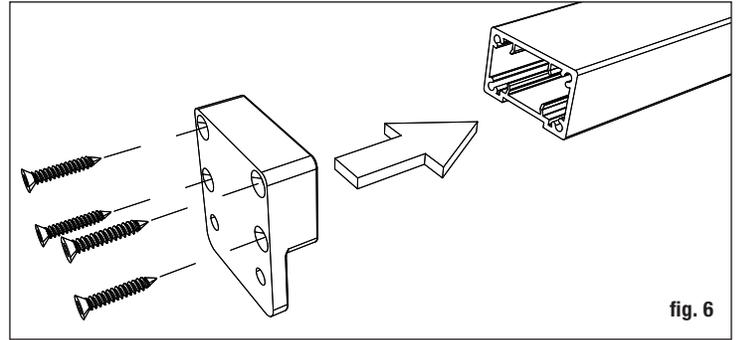

fig. 6
Paso 3: Coloque los soportes en los extremos de los barandales. Fije los soportes a los barandales con un tornillo que pase a través de la parte trasera del soporte y en cada taquete de tornillo interno (fig. 6).